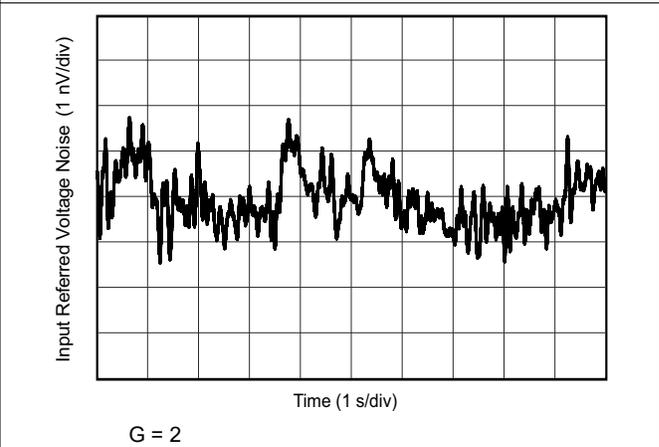

図 7-36. 0.1Hz~10Hz RTI 電圧ノイズ
0.1Hz~10Hz RTI 電圧ノイズ $G = 2$	図 7-36